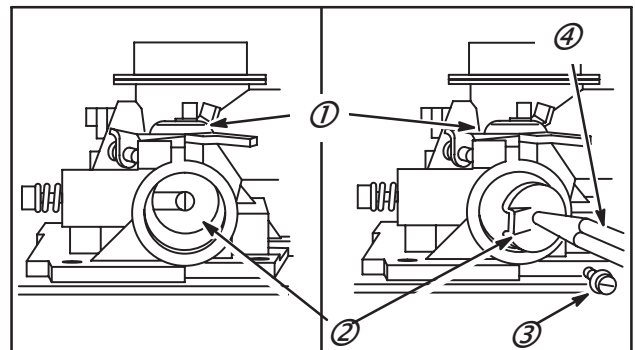

Fig. 36
Pose de l'axe et du papillon (Fig. 36)
Insérer l'axe du papillon (1), placer le papillon (2) sur le côté plat de l'axe et fixer avec la vis du volet (3), Fig. 36. Crayon (4)